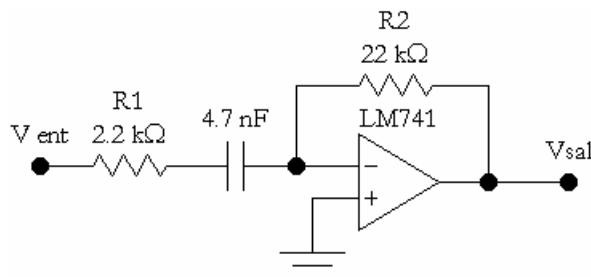

Figura 2
- 2.1. Armar el circuito de la figura 2.